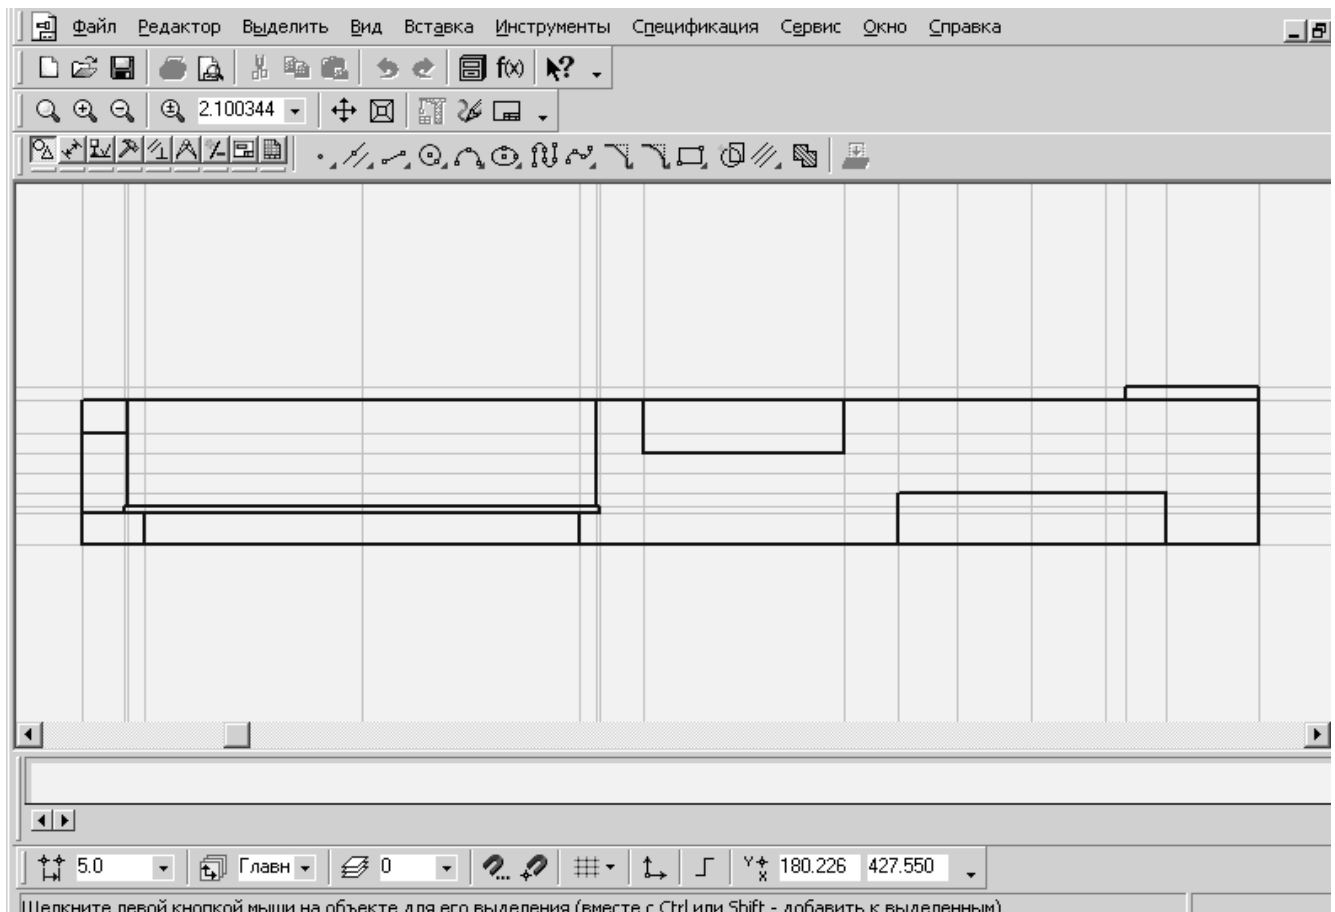

Рис.30.
8. По команде **Компактная панель**⇒**Геометрия**⇒**Параллельная прямая** создать вертикальные вспомогательные линии, содержащие графические объекты вида – отрезки оси. Вместе с этим рекомендуется прорисовывать основные линии. Для лучшего ориентирования в **Панели свойств** существует индикатор длины перемещения курсора. Использовать привязки **Ближайшая точка**, **Пересечение**. Результат показан на рис.30.